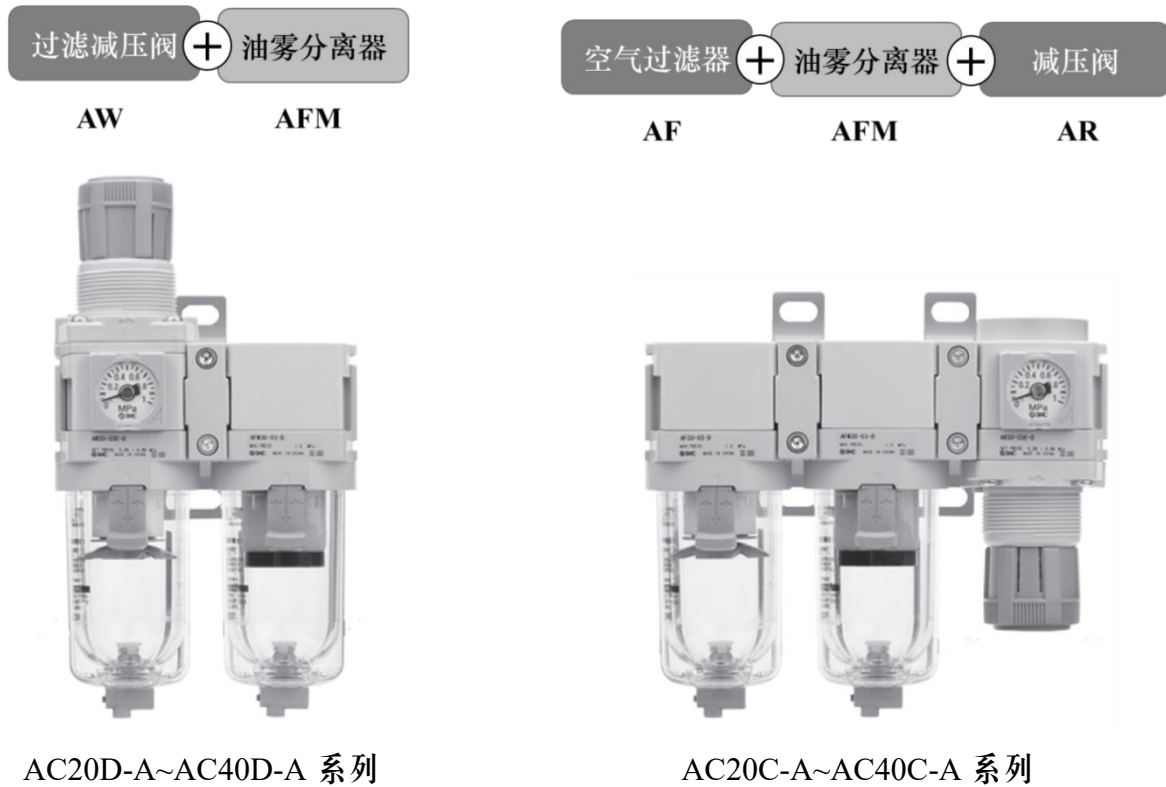

图 2. 调压过滤器组合
①在主管路中配备压缩空气干燥机，过滤掉压缩空气中产生的大部分水分，过滤后的压力露点可达到 -20°C ；
②选择任意与图 2 一致的调压过滤器组合安装在定位器管路的前端，安装时需过滤减压阀（空